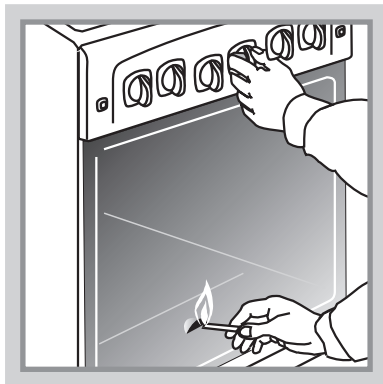

Рис.3
- Для плит без электророзжига, чтобы зажечь горелку духовки, поднесите зажженную спичку к окну запальника, поверните ручку крана в положение “максимальное пламя” и нажмите до упора (Рис. 3).